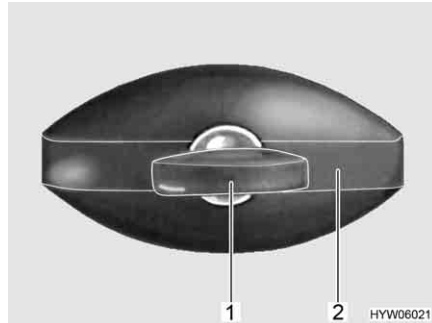

Bild 33 Klappenschloss, ellipsenförmig, verschlossen
- Schlüssel in Schließzylinder (Bild 33,1) stecken und eine viertel Umdrehung entgegen dem Uhrzeigersinn drehen. Schlossgriff (Bild 33,2) schnappt heraus.